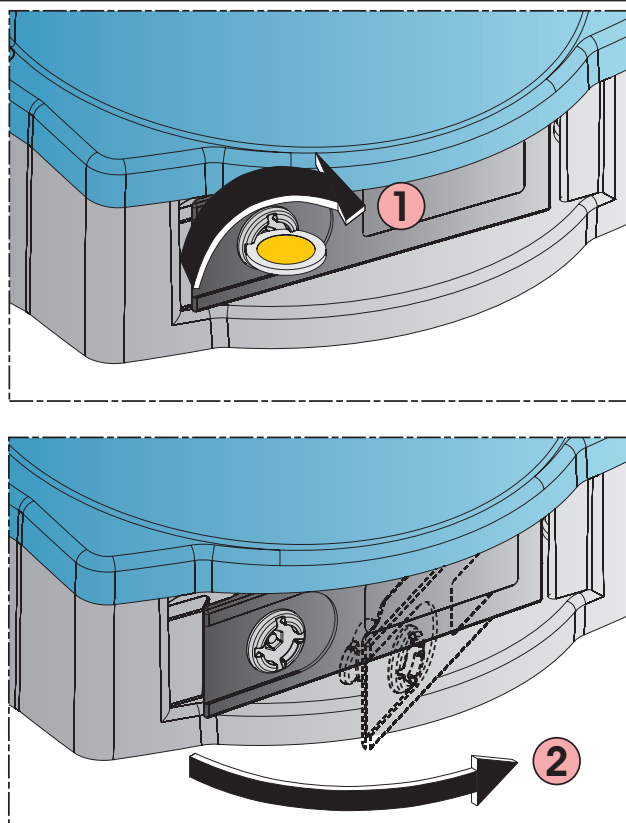

Fig. 1
2. Utilizando una moneda gire en sentido horario la cerradura hasta su tope (Fig. 1 ref. ①);
3. Tire la palanca como se indica en la Fig. 1 ref. ②